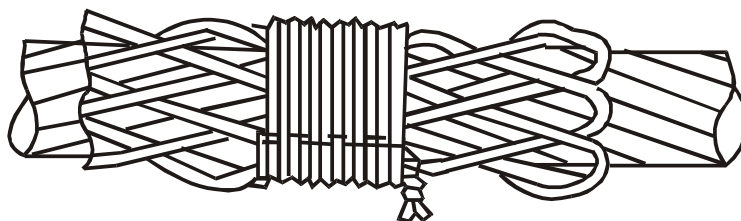

Рис.3.
5.5. После установки монтажного чулка его необходимо растянуть от руки вдоль раскатываемого элемента. На задний конец чулка, а также на начало каждой новой ступени необходимо наложить проволочный бандаж, как это показано на рис.3.